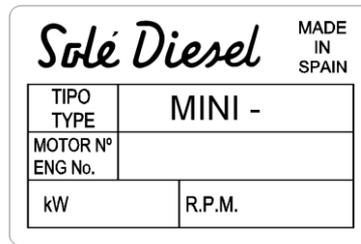

Abb. 1.1
- Motornamen und -Nummern (sehen Sie Abb. 1.1)